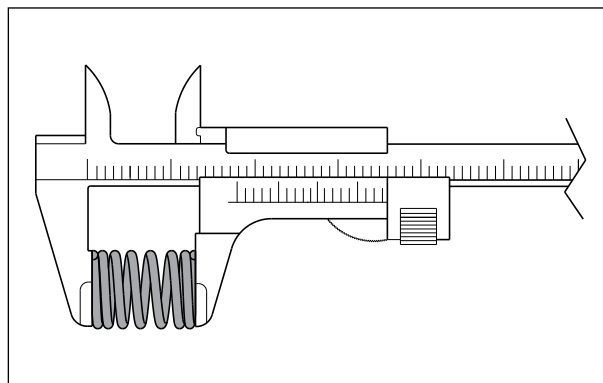

Fig. 3.19
- Inspeção o comprimento livre da mola da embreagem, utilizando um paquímetro. Se a mola atingir o limite de uso, substitua todas as molas da embreagem como um conjunto. (Fig. 3.19)